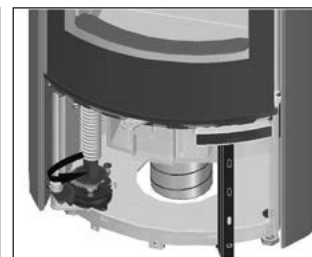

Abb. 30
Zum Spannen des Mechanismus schließen Sie die Feuerungstür und setzen einen Sechskantschlüssel (SW 24) auf die Schlüsselaufnahme (1) der Antriebswelle. Drehen Sie nun die Antriebswelle nach links um die Federkraft zu erhöhen (Abb. 30). Dieses sollte in kleinen Schritten (jeweils ein Zahnhub) erfolgen. Kontrollieren Sie anschließend die Funktion des Türmechanismus. Eine optimale Schließfunktion ist gewährleistet, wenn die Schließhaken des Türflügels einrasten und der Türflügel dicht am Korpus anliegt.